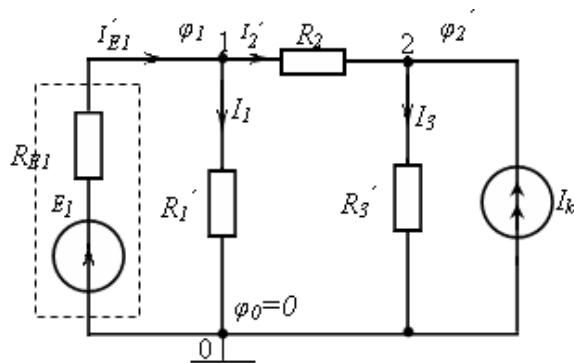

Рис. 2.3. Схема электрической цепи
1. Для схемы рис. 2.3 определить ток I_1 методом наложения.
1. Для схемы рис. 2.3 определить ток I_2 методом наложения.
1. Для схемы рис. 2.3 определить ток I_3 методом наложения.
Схема рис. 2.3, табл. 2.2.